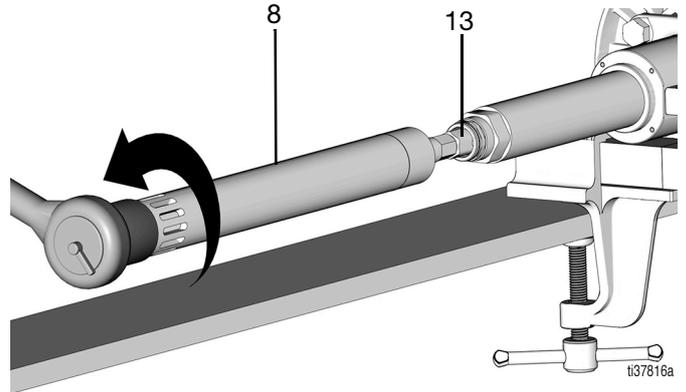

图 8
10. 使用 1-15/16 英寸套筒，松开口泵气缸 (8) 并露出连杆 (13) 上的六角（图8）。